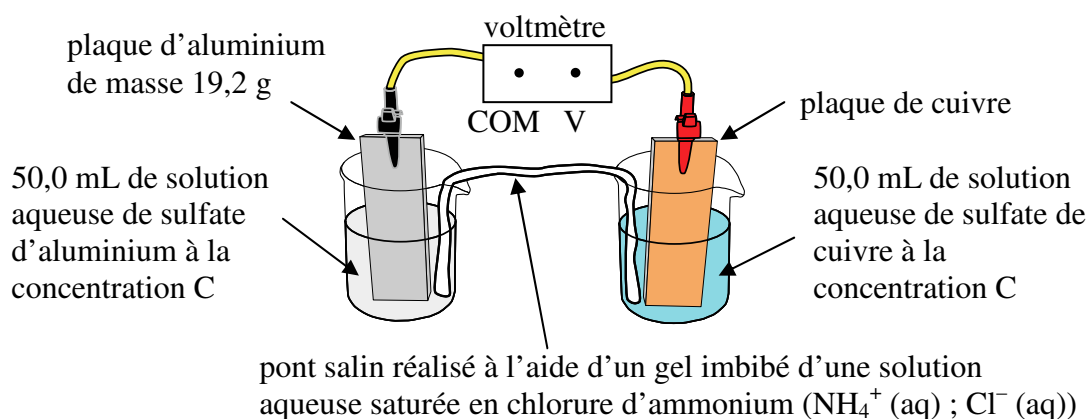

figure 1
La pile est assemblée selon le schéma de la figure 1 représenté ci-dessous :
- 3 Déterminer le pôle positif de la pile à l'aide du montage expérimental de la figure 1.